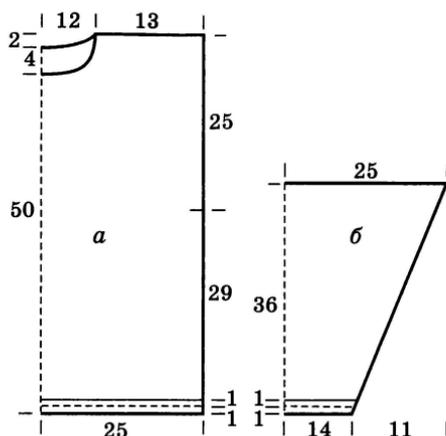

Рис. 82. Выкройки деталей пуловера с ажуром:
**Примерный расчет** (рис. 82):